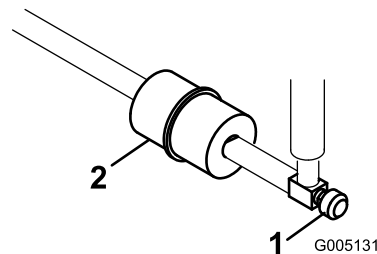

Figura 53
Nei tubi di alimentazione, tra il serbatoio del carburante ed il carburatore, è incorporato un filtro in linea (Figura 53). Sostituire il filtro ogni 800 ore o prima, qualora il flusso del carburante fosse ostacolato. Verificate che la freccia sul filtro sia diretta lontano dal serbatoio del carburante.
1. Chiudete la valvola di intercettazione del carburante, allentate la fascetta stringitubo dal lato carburatore e rimuovete il tubo di alimentazione dal filtro (Figura 53).
2. Collocate una bacinella di spurgo sotto il filtro, allentate la restata fascetta stringitubo e rimuovete il filtro (Figura 53).